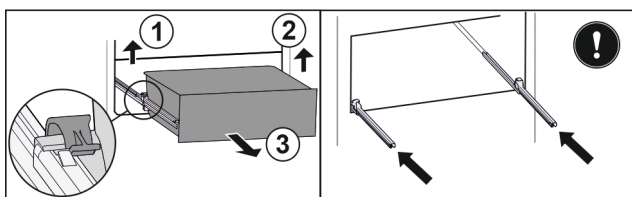

Fig. 33
- ▶ Linke Klemme anheben und gleichzeitig das Schubfach links nach vorne ziehen Fig. 33 (1).
- ▶ Rechte Klemme anheben und gleichzeitig das Schubfach rechts nach vorne ziehen Fig. 33 (2).
- ▶ Schubfach nach vorne entnehmen Fig. 33 (3).